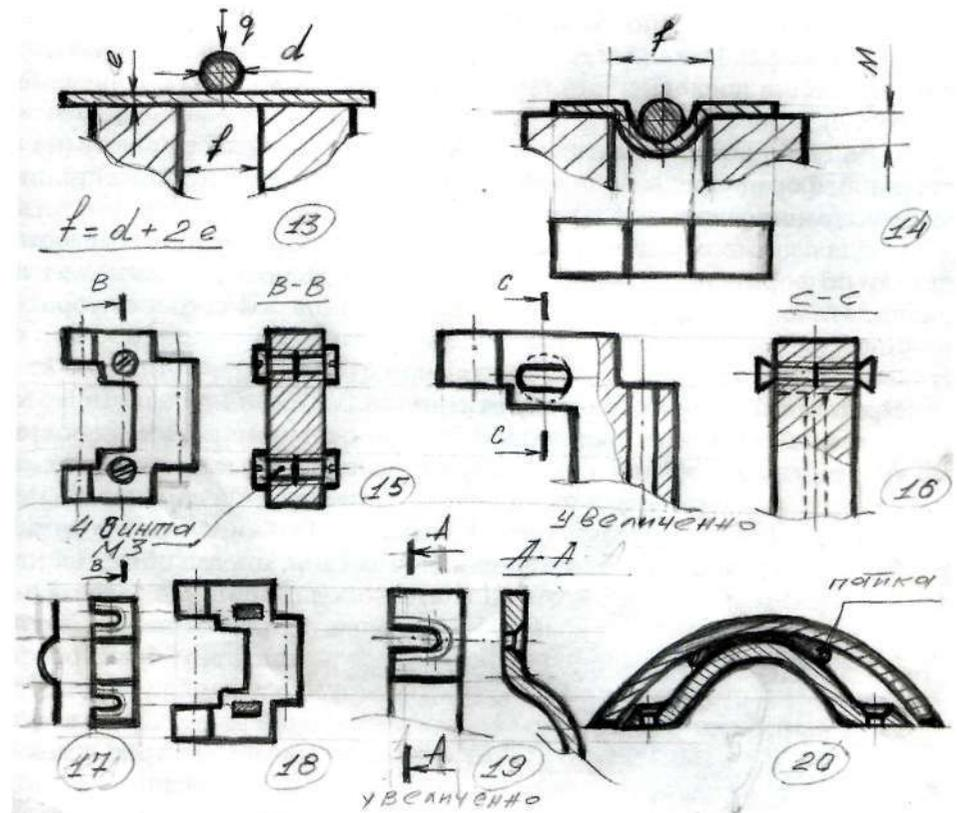

Рис. 5.42. Крепежные пластины, опоры на каркасе
По переходам опишу процесс изготовления этих деталей (рис. 5.42). Размер заготовок выбирается для каждого случая индивидуально, в первом случае 35 x 7 x 1,5 мм.
1. Для начала необходимо эту заготовку согнуть так, как показано на рис. 5.42, поз. 13, 14. Я придавал этим деталям форму в тисках с помощью металлического стержня. Высота (М) выбирается такой, чтобы она не превышала высоту во внутренней части боковой пластины (поз.6А, 7) в самой высокой ее стороне.